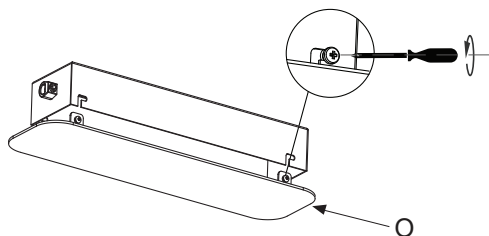

Fig. 20.1.
20.1. Desatornillar los tornillos laterales para abrir la tapa (O) del florón. Fig 20.1.
20.1. Unscrew the side screws to open the canopy (O). Fig 20.1.
20.1. Dévisser les vis latérales pour ouvrir le couvercle (O) de la monture. Fig. 20.1.
20.1. Die seitlichen Schrauben lösen, um den Deckel (O) der Deckenrosette zu öffnen. Abb. 20.1.